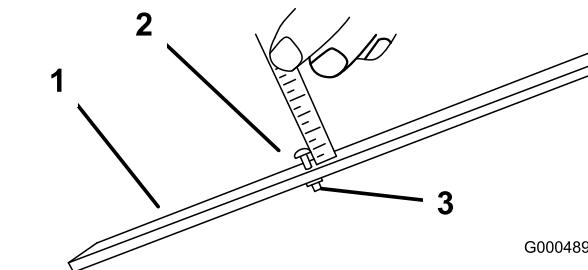

Figura 15
- Allentate il dado sulla barra di riferimento e regolate il bullone di regolazione dell'altezza secondo l'altezza di taglio desiderata (Figura 15). La distanza tra la